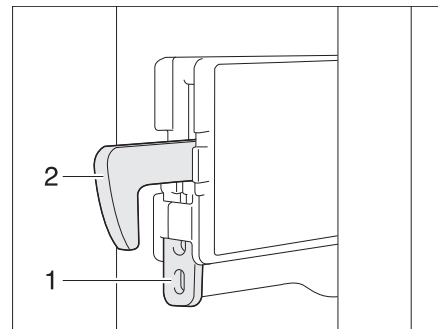

Fig. 325 Fixation crochet de verrouillage
- Pousser la fixation (Fig. 325,1) vers le haut. Le crochet de verrouillage (Fig. 325,2) est pressé vers le haut, il est mis hors fonction.
- Appuyer vers le bas sur le crochet de verrouillage (Fig. 325,2). Le crochet de verrouillage est de nouveau en fonction.